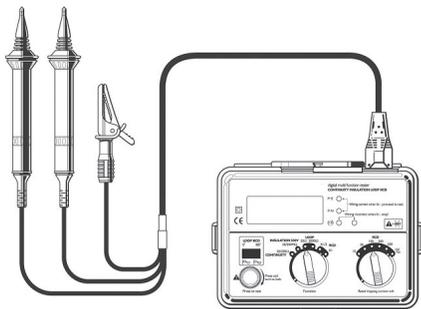

Figura 11
- c) Collegare il puntale della morsettiere di distribuzione (vedere la Figura 11 sopra) alla presa IEC dello strumento.
Se il test dell'RCD deve essere eseguito sulla morsettiere di distribuzione, collegare i puntali della morsettiere di distribuzione (vedere la Figura 11) anziché il puntale di rete.